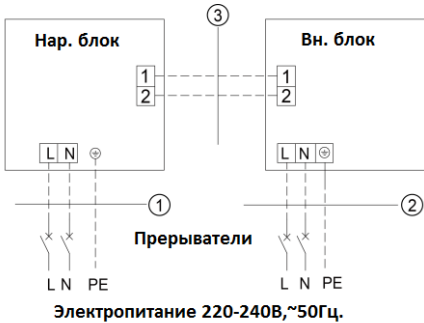

Рис. 4.39
- ①. Кабели питания являются высоковольтными, в то время как кабель связи и сигнальный кабель проводного пульта управления низковольтные. Их подключение к блоку следует выполнять **раздельно**.
- ②. Высоко и низковольтные линии должны вводиться в блок через отдельные изолирующие резиновые кольца в коробке электроподключений.
- ③. Не объединяйте линии подключения проводного контроллера и цепи управления. При таком подключении возможны сбои в работе оборудования.
- ④. Высоковольтные и низковольтные линии должны быть надёжно зафиксированы по пути их трассировки **отдельно друг от друга**.
- ⑤. Неправильные подключения и соединения могут привести к выходу оборудования из строя или пожару.
- ⑥. Неверное подключение сигнального кабеля к наружному блоку может привести к выходу кондиционера из строя.
- ⑦. Подключайте жилы кабеля питания как показано на рис. 4.39 - 4.40.
- ⑧. Обязательно соединяйте линии заземления внутреннего и наружного блоков.
- ⑨. Заземление должно выполняться в соответствии с действующими нормами и правилами.